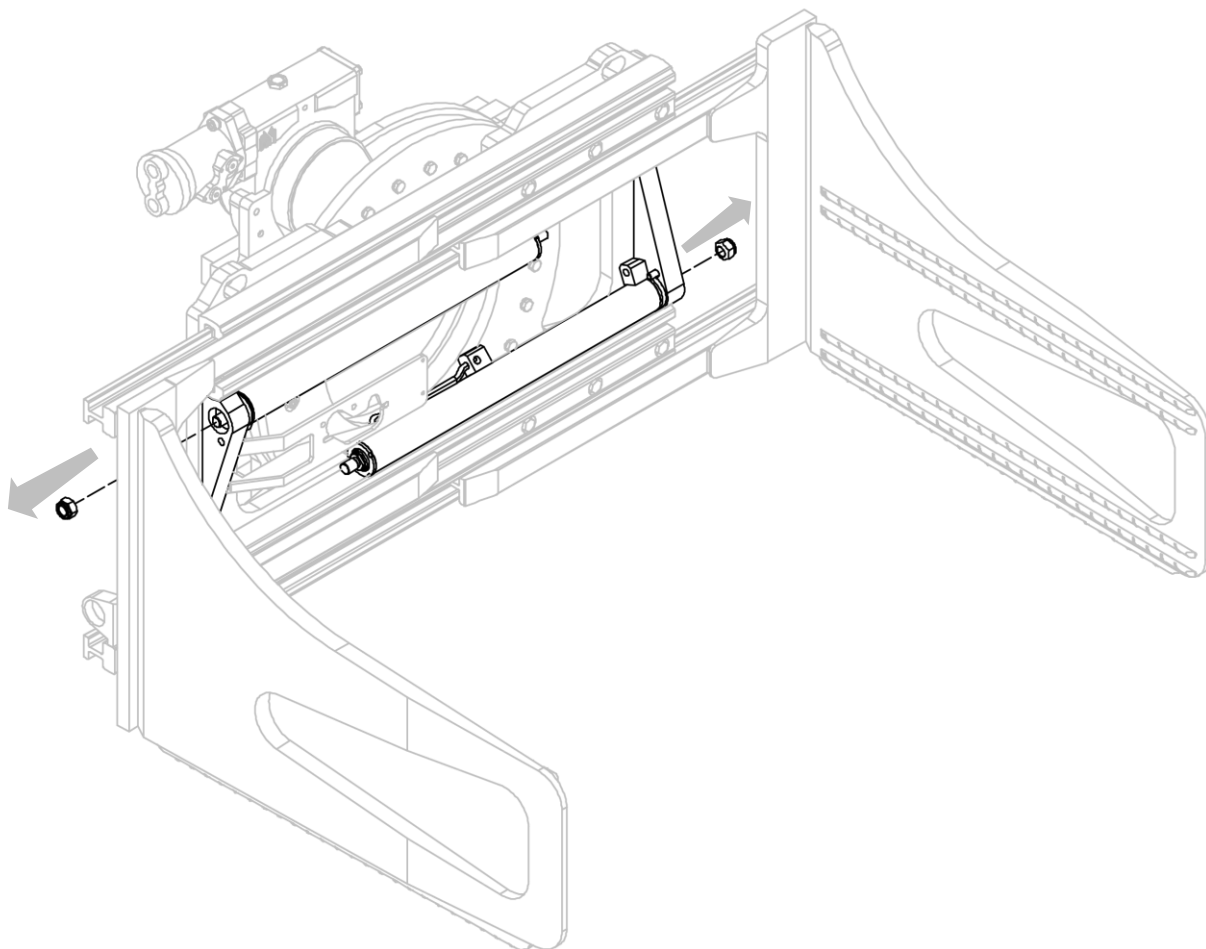

Figure 29
7. Retirer, un par un, les écrous qui raccordent les vérins à la structure de l'équipement et retirer les vérins en veillant à ne pas les endommager (voir *Figure 29*).